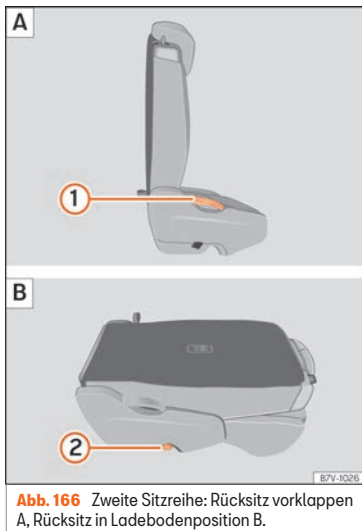

Abb. 166 Zweite Sitzreihe: Rücksitz vorklappen A, Rücksitz in Ladebodenposition B.
- Entfernen Sie Gegenstände aus dem Fußraum vor und hinter dem Rücksitz »» ❶.
- Hebel »» Abb. 166 ❶ nach oben ziehen und Rücksitzlehne nach vorn klappen. Der komplette Rücksitz klappt nach vorn »» ⚠.
- Die nach vorn geklappte Rücksitzlehne herunterdrücken, bis die Rücksitzlehne in der Ladebodenposition eingearbeitet ist »» Abb. 166 B.
- Hebel »» Abb. 166 ❶ nach oben ziehen und Rücksitzlehne nach oben in die aufrechte Position klappen. Der komplette Rücksitz klappt nach hinten.